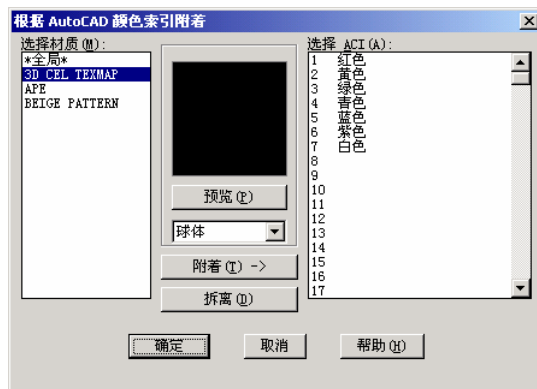

图 6-40 根据 ACI 附着材质
(1) 单击“预览”按钮，可以在图像控件中预览材质的效果。在“预览”按钮下方的下拉列表中，可以选择“球体”或“立方体”作为预览的样本。
(2) 单击“附着”按钮，将显示图形窗口以便选择使用该材质的对象。已经附着了该材质的对象将在屏幕上高亮显示，选中的对象也将高亮显示。也可以选择多个对象，AutoCAD 将指定材质与选中的对象关联起来，即“附着”在这些对象表面上，然后返回“材质”对话框。
(3) 单击“拆离”按钮，将显示图形窗口以便用户选择需要拆离材质的对象。拆离操作和附着操作相反，可以取消指定的对象与其相应的材质之间的关联关系。同样也可以选择多个对象进行材质的拆离操作。
(4) 单击“随 ACI”按钮，在弹出的对话框中可以根据 ACI 附着材质，如图 6-40 所示。